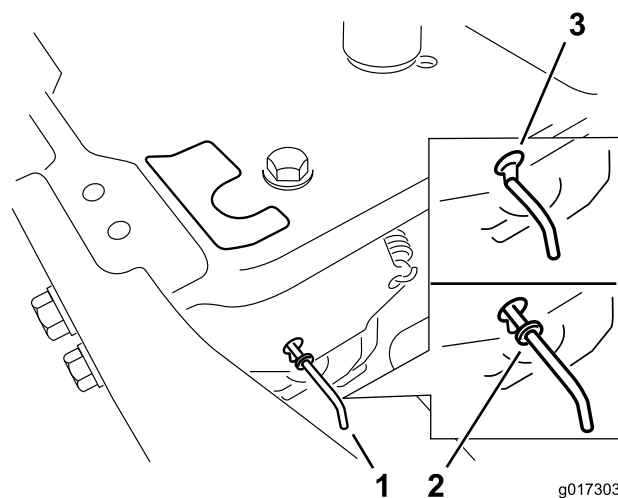

Figure 28
4. Amenez les leviers de dérivation en avant dans l'encoche en trou de serrure, puis vers le bas pour les verrouiller en position, comme montré à la Figure 28. Assurez-vous de le faire pour chaque levier.
Déplacez les leviers de dérivation en arrière dans l'encoche en trou de serrure, puis vers le bas pour les verrouiller en position, comme montré à la Figure 28. Assurez-vous de le faire pour chaque levier.